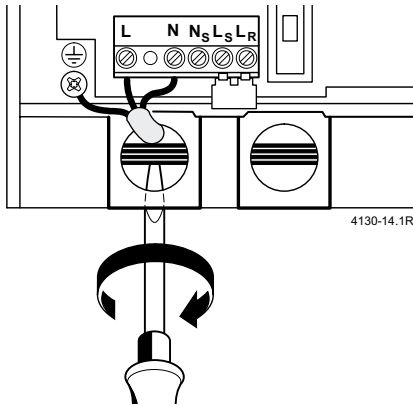

Fig. 17
- Fare passare il cavo attraverso la guarnizione del passacavo e collegarlo come da, fig. 17.